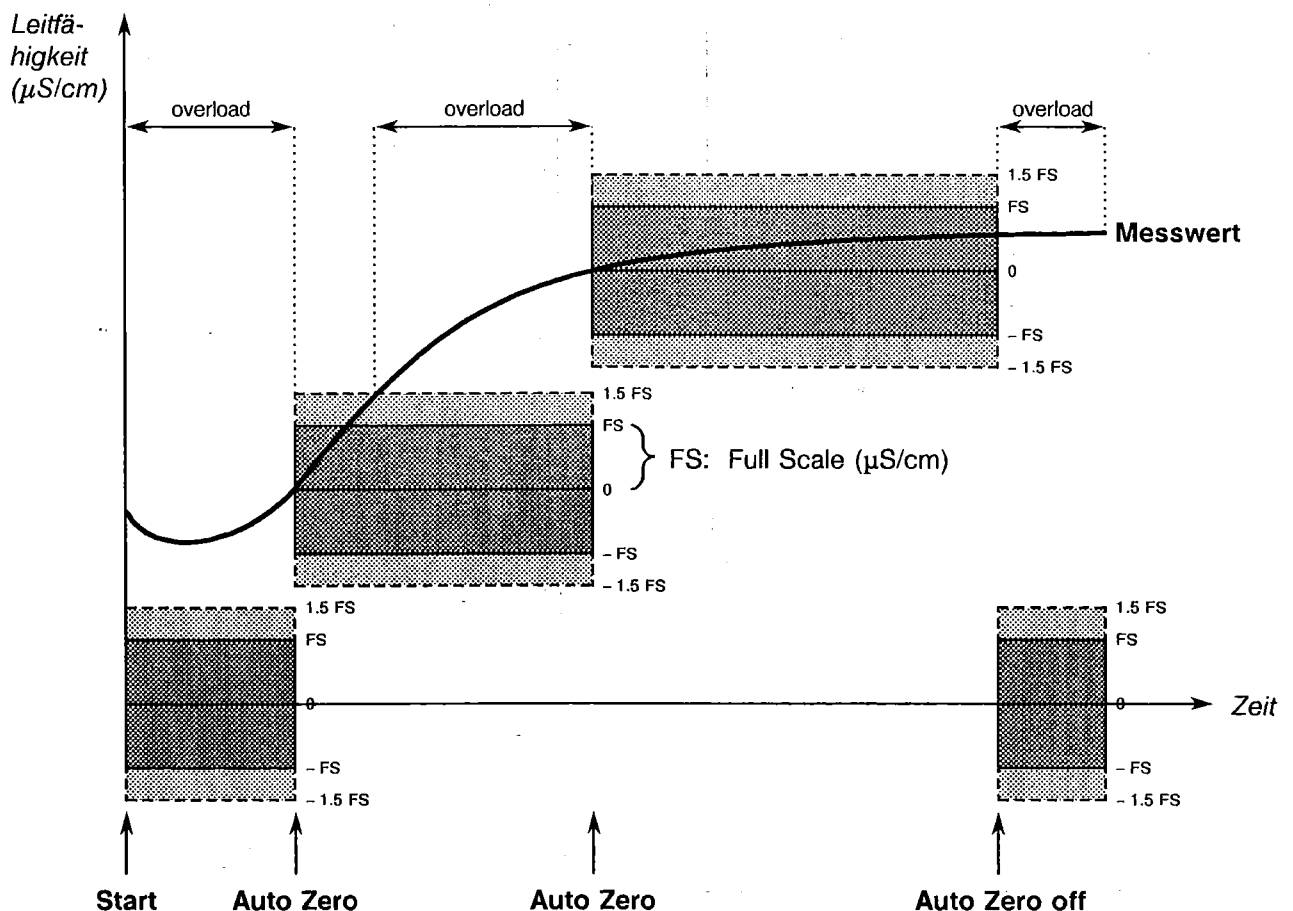

Abb. 18: Auto Zero
Als "Auto Zero" bezeichnet man die **automatische elektronische Untergrundkompensation des Messsignals**, d.h. der aktuelle Leitfähigkeits-Messwert wird zum neuen Nullpunkt des gewählten Full-Scale-Bereiches. In *Abb. 18* ist die Funktionsweise der Auto-Zero-Funktion bildlich dargestellt. Vor dem erstmaligen Betätigen oder nach dem Ausschalten der Auto-Zero-Funktion ist der Nullpunkt des Full-Scale-Bereiches (FS) auf $0 \mu\text{S/cm}$ gesetzt, durch Betätigen der Auto-Zero-Taste (7) wird er automatisch auf den aktuellen Messwert gesetzt. Die Auto-Zero-Funktion kann über die Anschlussbuchsen (22) auch extern ausgelöst werden (siehe *Kap. 7.2*).
Das Aufleuchten der roten Overload-Lampe (8) zeigt an, dass der Messwert ausserhalb $\pm 150\%$ des gewählten Full-Scale-Bereiches liegt (siehe *Abb. 18*).